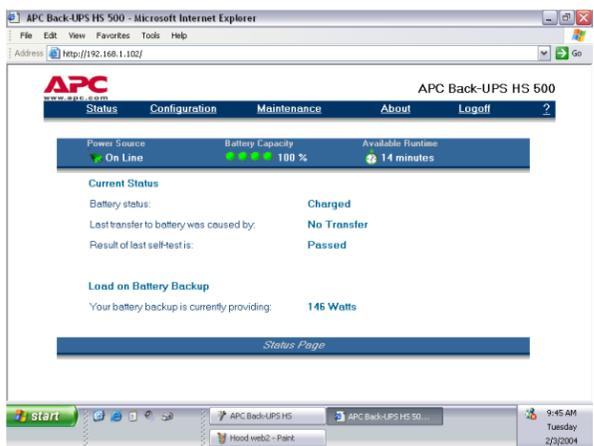

Figure 13. Fenêtre d'état du Back-UPS HS 500
12. Avant d'effectuer la maintenance du Back-UPS, vérifiez son état en cliquant sur la liaison **Status** (état). La fenêtre illustrée à la figure 13 s'affiche.